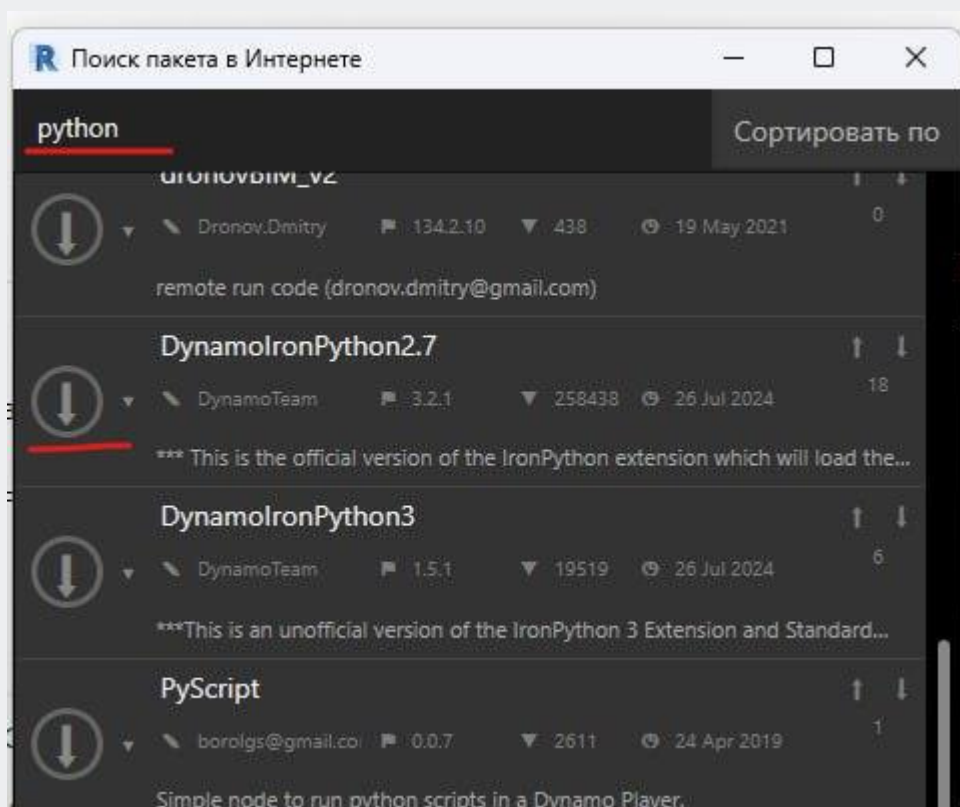

Рис. 21 – Меню в редакторе скриптов Дунато (вкладка «Пакеты»)
- С помощью строки поиска найти загружаемый пакет **DynamoIronPython2.7** и установить последнюю версию (Рис. 21).